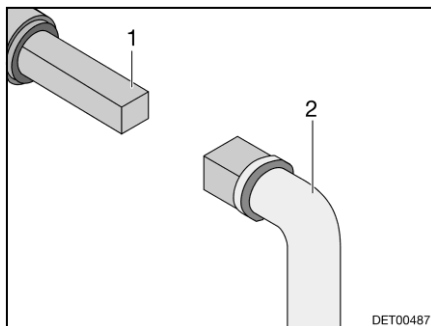

Bild 99 Handhavande avloppsventil
- Sätt nyckeln (Bild 99,2) mot fyrkanten (Bild 99,1).